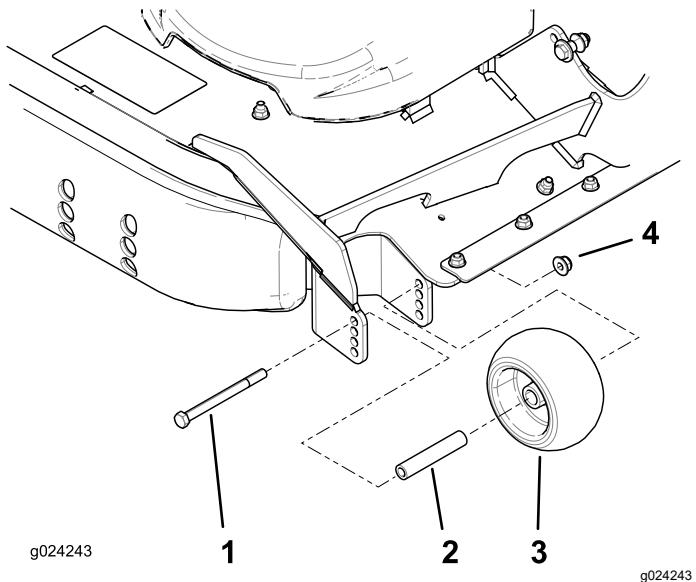

Figura 35
- Ajuste los rodillos protectores del césped según se muestra en Figura 34 y Figura 35.